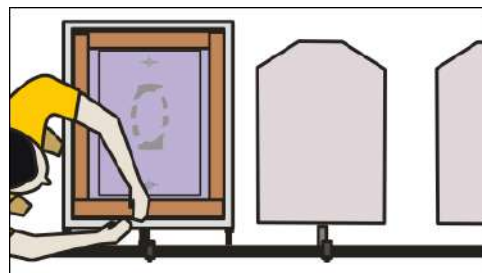

Imagen 331\_07
**7-** Calzar de la misma forma la segunda y tercera matriz, una vez calzadas se retira la película. (Imagen 331\_07)